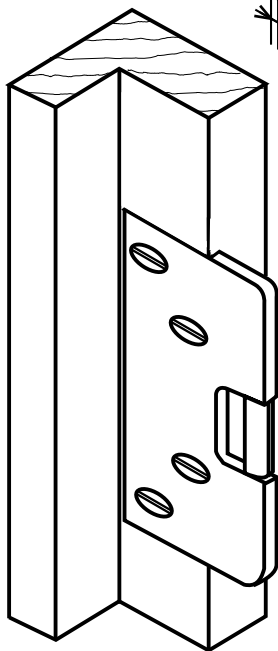

Рис. 11
7.1.8. Установите широкую запорную планку (рис.1, позиция 4) в соответствии с рис. 11, рис.12.